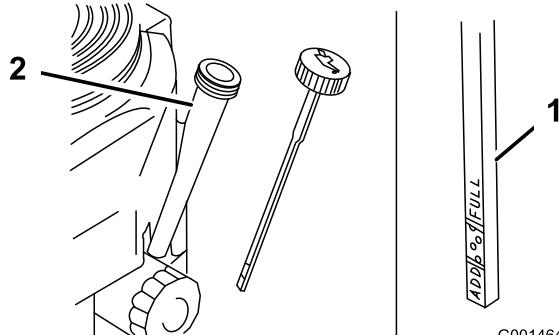

Figura 32
- Limpie alrededor de la varilla de aceite (Figura 32) para impedir que caiga suciedad por el orificio de llenado y cause daños en el motor.
- Desenrosque la varilla de aceite y límpie el extremo (Figura 32).
- Deslice la varilla a fondo en el tubo de llenado, pero no la enrosque en el tubo (Figura 32).
8. Vierta lentamente un 80% aproximadamente de la cantidad especificada de aceite por el tubo de llenado (Figura 32).